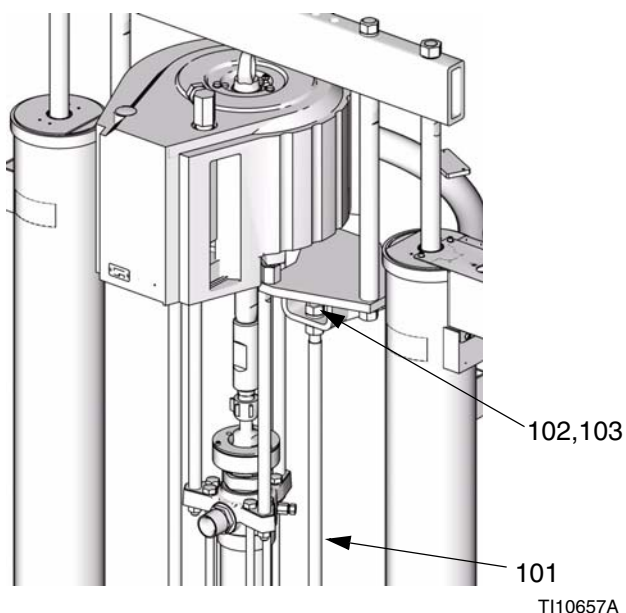

FIG. 22
1. Retirez les écrous et rondelles (102, 103) situés en haut des tiges de levage du plateau (101). Voir FIG. 22.
Ne pas retirer ni serrer les écrous (102) situés en dessous des supports. Voir FIG. 22. Si les écrous sont serrés, la pompe ne pourra être complètement en prise avec le plateau ou bien la distance entre les deux exercera une tension sur le moteur, les tirants d'assemblage et le bas de pompe.
4. Serrez les écrous (103) et rondelles (102) situés en haut des tiges de levage du plateau (101). Voir FIG. 22.